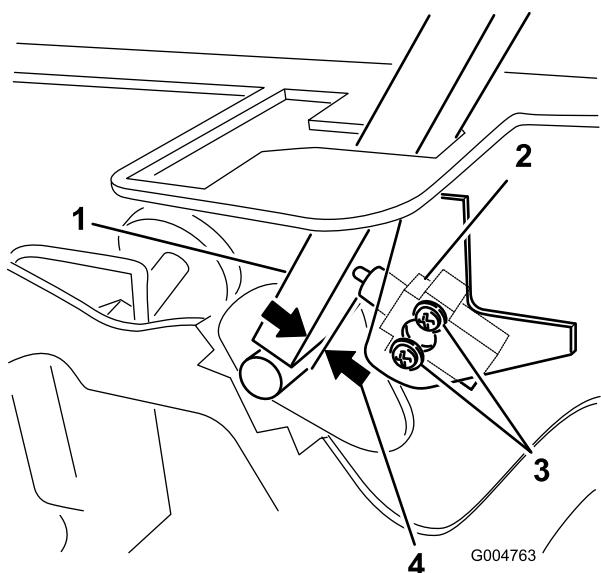

図 61
- インタロックスイッチを固定しているネジ2本を取り外す(図 61)。
- コントロールレバーをフレームに押し付けた状態で、スイッチをレバー側に動かし、レバーとスイッチのボディーとの距離が0.4~1 mmになるように調整する(図 61)。
バーとスイッチのボディーとの距離が0.4~1 mmになるように調整する(図 61)。